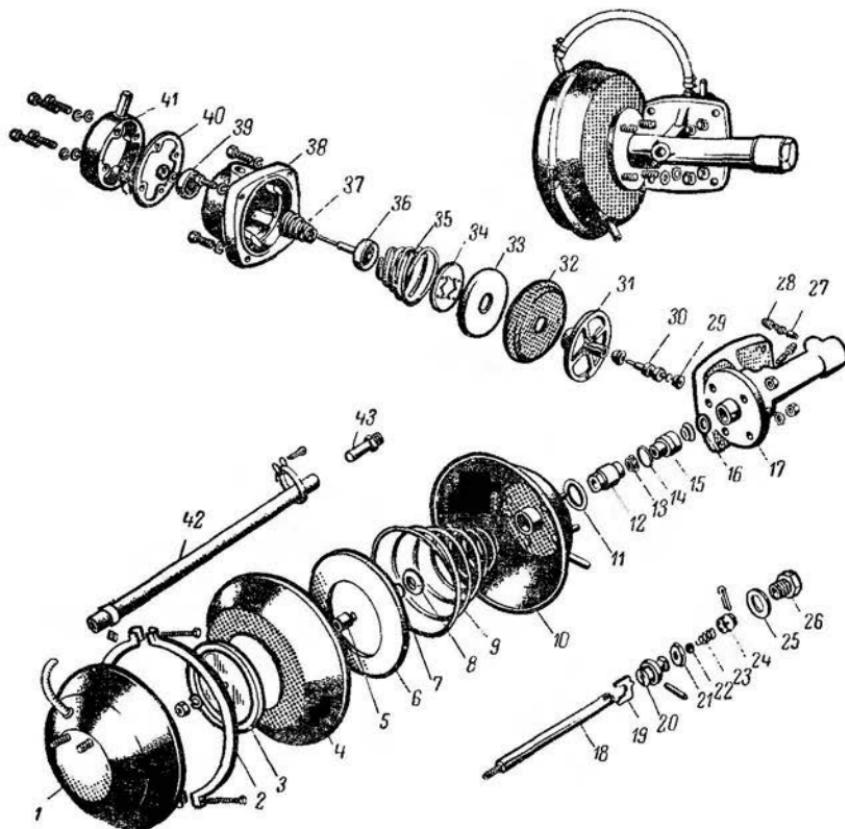

Рис. 103. Гидровакуумный усилитель в разобранном виде:
**Разборка гидровакуумного усилителя.** Гидровакуумный усилитель (рис. 103) необходимо разбирать в следующей последовательности.
Удерживая рукой диафрагму 4 (см. рис. 103), отвернуть гайку толкателя. Снять последовательно пружинную шайбу гайки, малую тарелку 3 диафрагмы, диафрагму, распорную втулку 5, большую тарелку 6 диафрагмы, пружину 9. Осторожно снять резиновое кольцо вместе с шайбой толкателя.